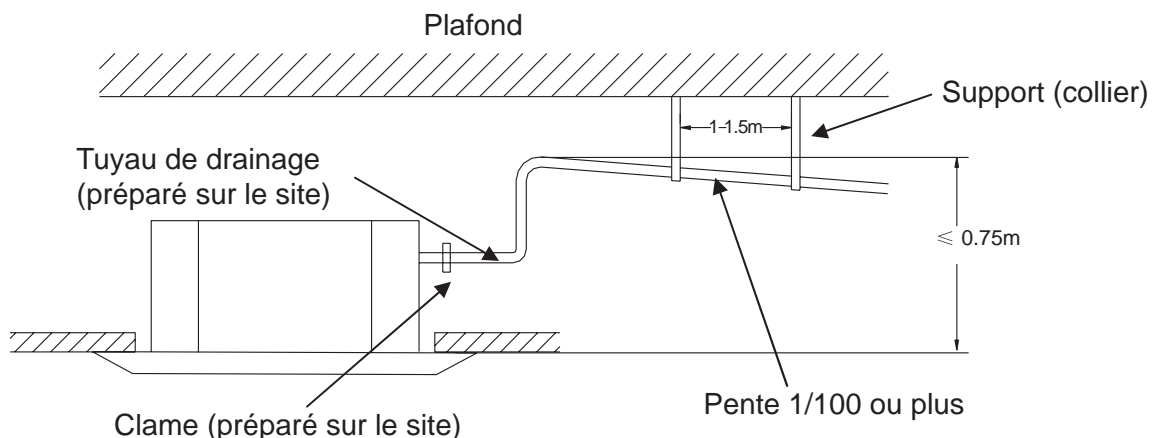

Figure 13
1. N'élevez pas le tuyau de vidange (drainage) à plus d'un mètre car cela risquerait de causer des fuites .(Fig.13)
2. Assurez-vous que le tuyau de vidange à une pente vers le bas (pas moins de 1/100) et qu'il n'y pas de rétention d'eau (Figure 13).
3. Pour retenir le tuyau de vidange, espacez un collier tous les 1 m à 1,5 m. (Figure 13)